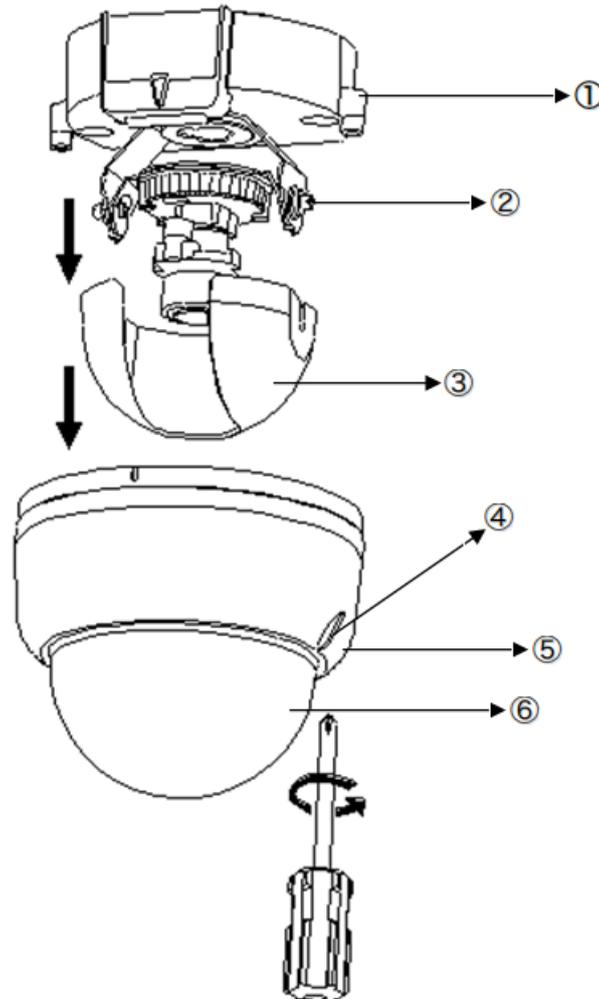

FIGURA 2-1: DESMONTAGEM DA CÂMERA
Consulte a figura 2-1 com relação ao índice pictórico. Pressione cuidadosamente o botão para remover a câmera da carcaça (4). Remova o revestimento interno (3) puxando-o cuidadosamente para fora das duas ranhuras (2) na carcaça. Ponha de lado a carcaça (5) e o revestimento interno (3).